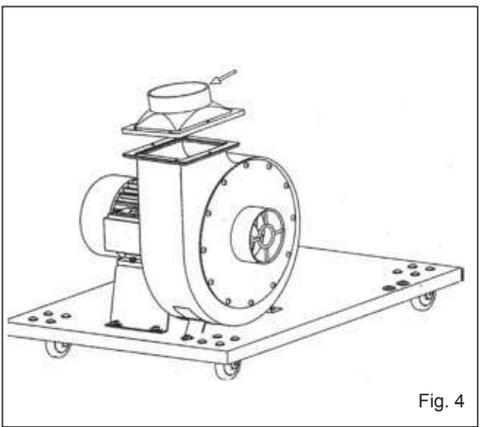

Fig. 4
3. Fixer le groupe moteur/convoyeur avec les montants en utilisant les vis, rondelles et écrous spéciaux (Fig. 4).